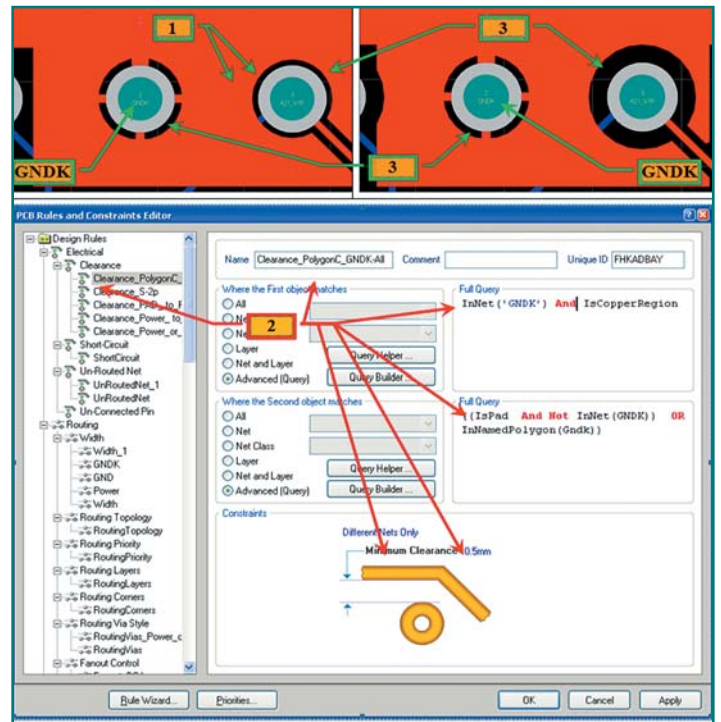

Рис. 48. Пример правил для обеспечения увеличенного зазора между элементами топологии
• **Правило Clearance_PolygonC_GNDK-All** для подключения полигона корпусной земли к типовым **Pad** (рис. 48). Не будем подробно описывать их создание: процесс идентичен тем, что изложено в предыдущих пунктах. Отметим только характерные промежуточные этапы, отмеченные на рисунке.